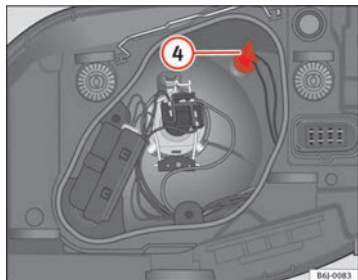

Abb. 142 Standlicht
- Die Fassung ④ ⇒ Abb. 142 herausnehmen.